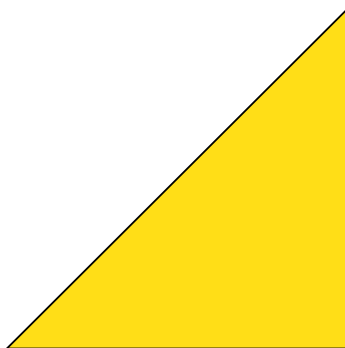

Рис. 18. Прямоугольный треугольник
1. Посмотрите на рисунок 18. Почему этот треугольник называется прямоугольным?